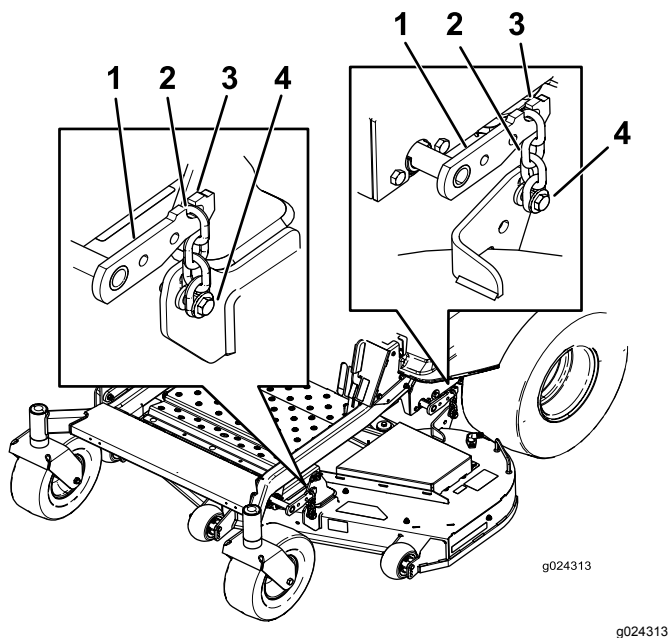

Figura 74
- Retire as correias dos ganchos nos braços de elevação da plataforma (Figura 74).
- Eleve a traseira da plataforma do cortador e instale as correntes nos braços de elevação traseiros (Figura 74).
- Instale as correntes frontais nos braços de elevação frontais (Figura 74).